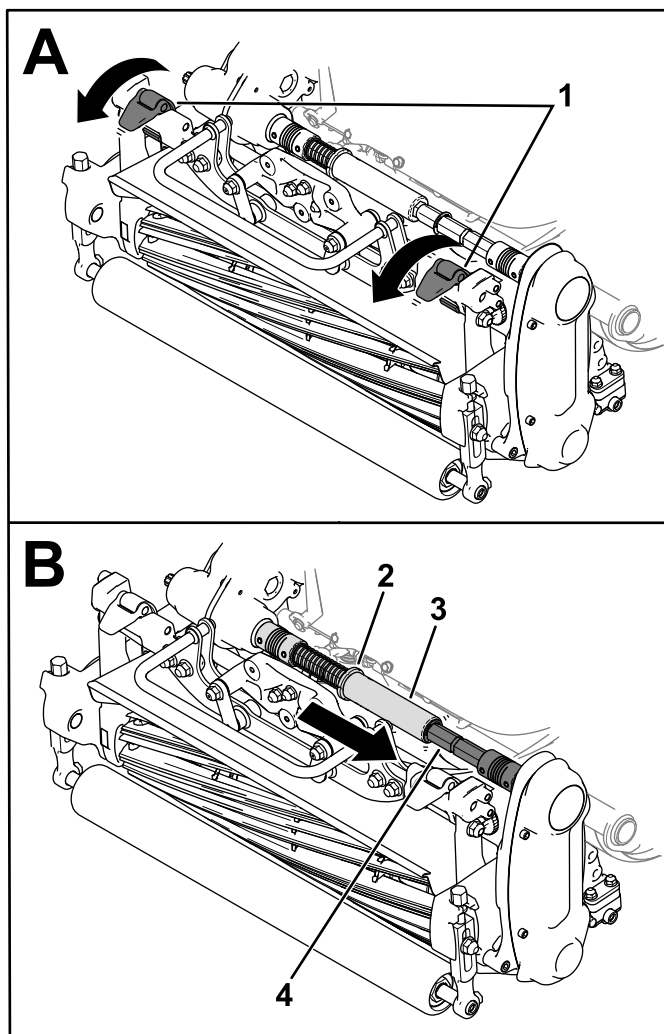

Figure 39
3. Abaissez les verrous de suspension pour fixer l'unité de coupe sur la machine (Figure 39).
4. Sortez le collet de la rainure de l'arbre d'accouplement de la transmission et insérez le tube hexagonal dans l'arbre d'accouplement de l'unité de coupe (Figure 39).